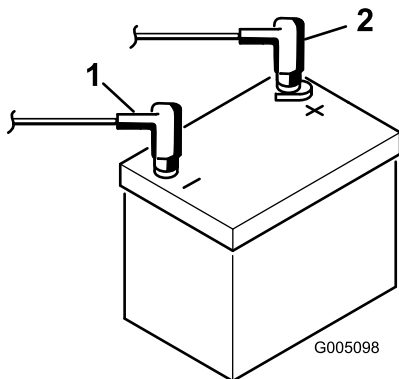

Bild 6
9. Schließen Sie zuerst das Pluskabel (Rot) am Pluspol (+) des Akkus und dann das Minuskabel (Schwarz) am Minuspol (-) des Akkus an; befestigen Sie sie mit den Schrauben und Muttern (Bild 6). Ziehen Sie die Gummimuffe über den Pluspol, um Kurzschlüssen vorzubeugen.